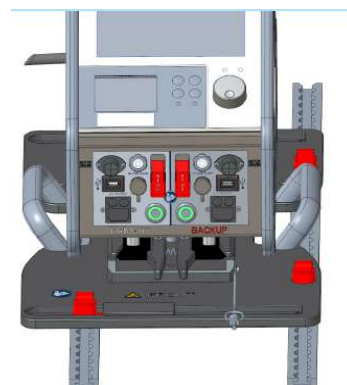

Рисунок 11b
1. Снять «красный предохранительный штифт» с безопасного положения между двумя вилками (рисунок 11а; рисунок 11b).